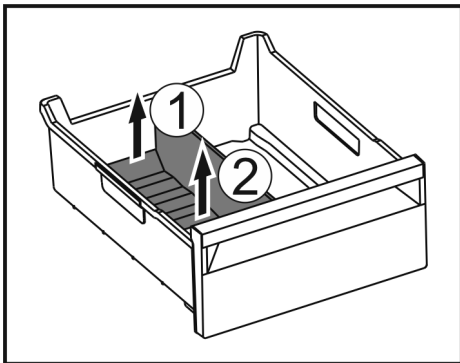

Fig. 209
- Hinteren Teil des Eisfach-Trenners anheben. Fig. 209 (1)
- Eisfach-Trenner nach oben entnehmen. Fig. 209 (2)